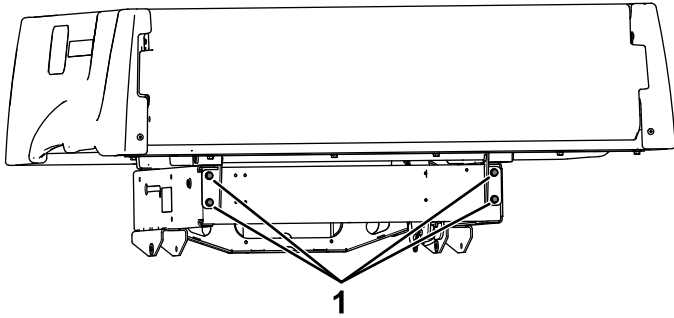

Figura 16
4. Se a plataforma de carga não tocar na espuma almofadada em ambas as áreas, desaperte os 4 parafusos de articulação (Figura 16).